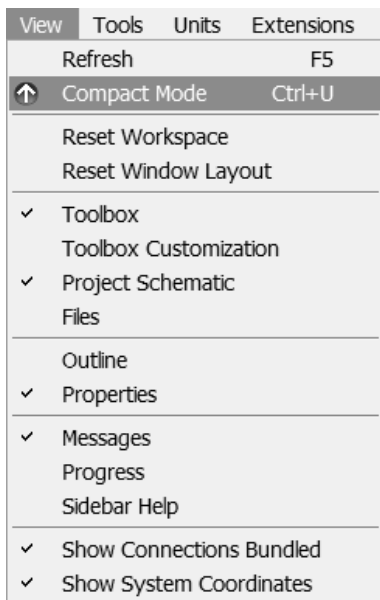

图 1-8 View 菜单
(2) View (视图) 菜单中相关命令如图 1-8 所示。下面对 View (视图) 菜单中的常用命令做简要介绍。